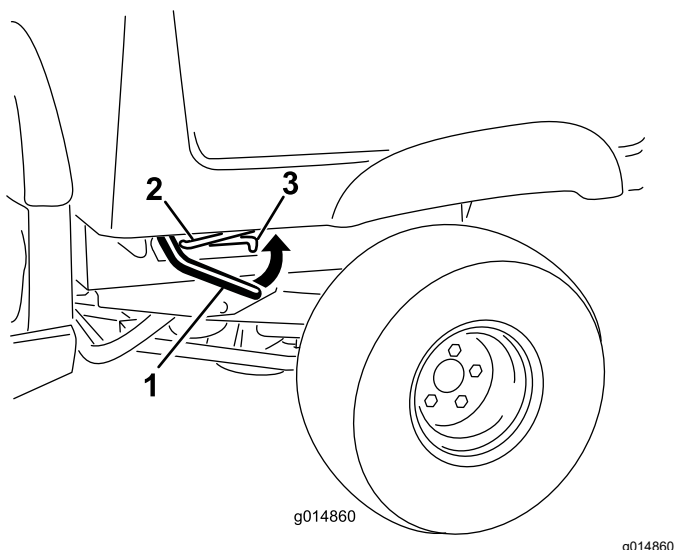

Figure 18
1. Levez le levier de chaque côté du plateau et levez le plateau (Figure 18).
1. Levez légèrement le plateau en levant le levier de verrouillage (Figure 18).